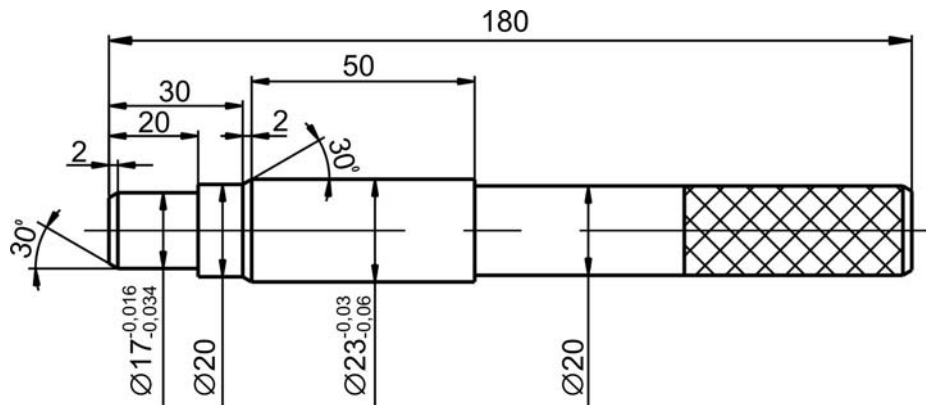

Рис. 4.10. Оправка для установки ведомого диска
- при установке необходимо центрировать ведомый диск по отношению к оси коленчатого вала. Для этого в шлицевое отверстие ведомого диска вставить специальную оправку (рис. 4.10) таким образом, чтобы ее конец вошел в шарикоподшипник маховика и отверстие картера сцепления. Для этой цели можно также использовать запасной первичный вал;